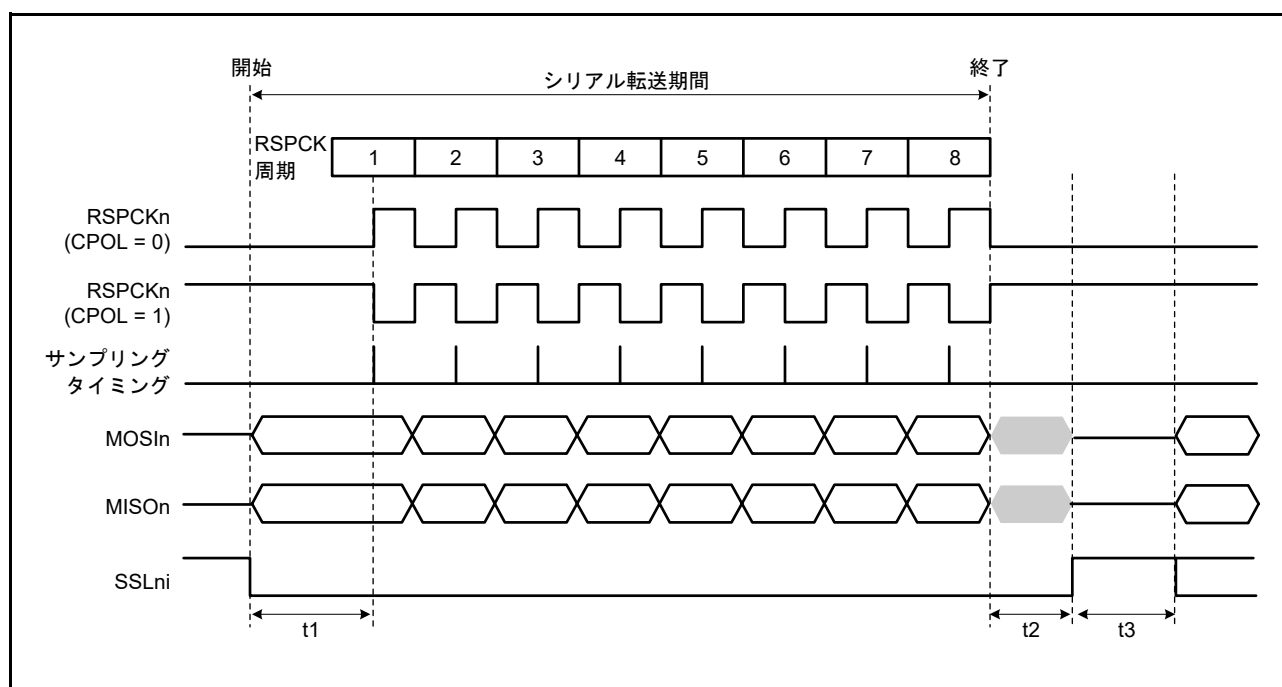
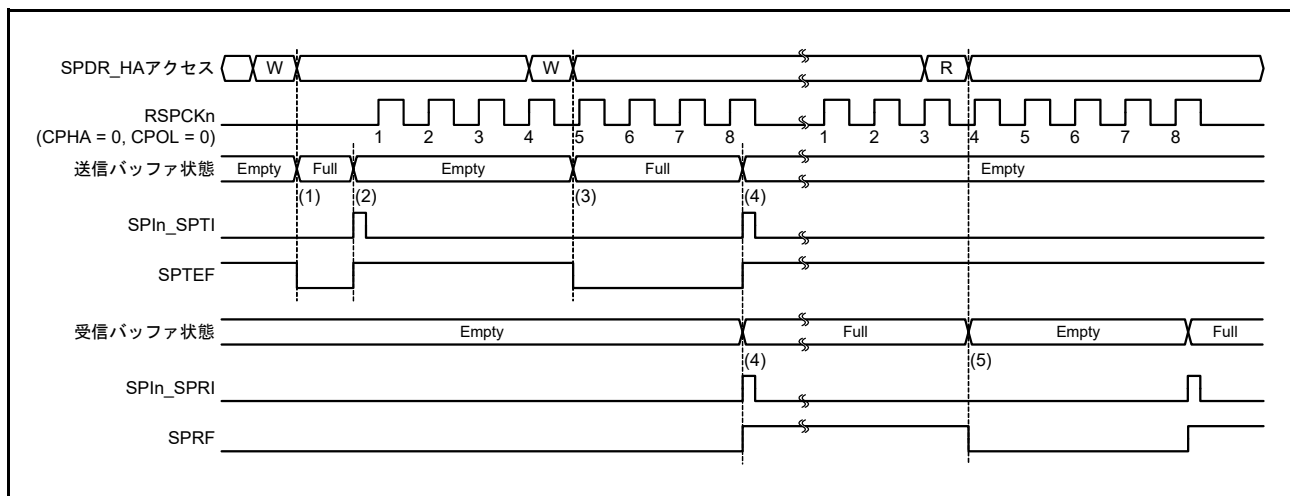
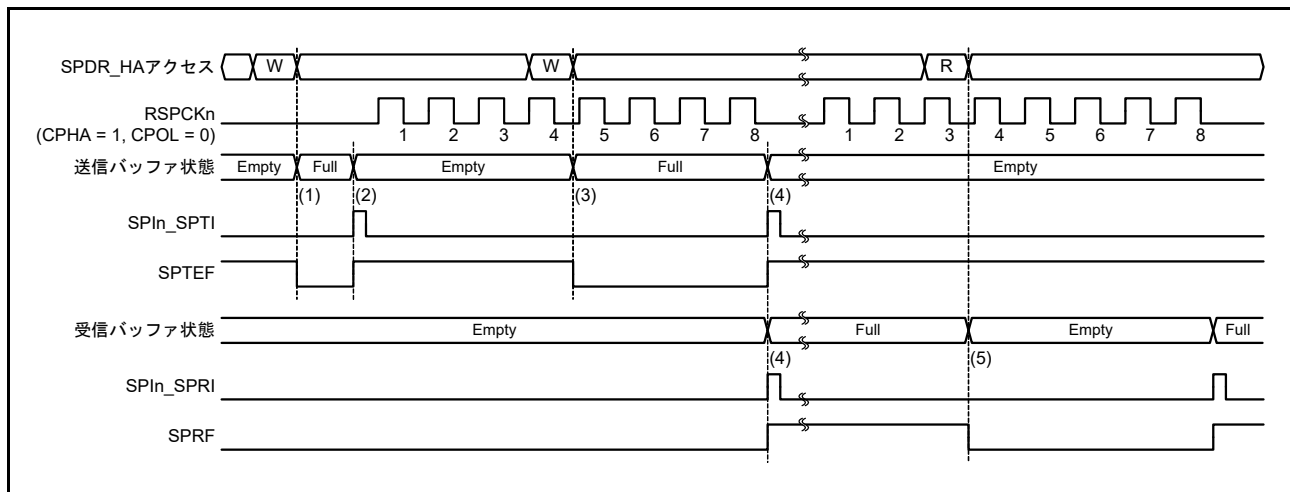

図 32.26 SPI 転送フォーマット (CPHA ビット = 0)
図 32.30 SPIn\_SPTI、SPIn\_SPRI 割り込みの動作例 (CPHA = 0、CPOL = 0)
図 32.31 SPIn\_SPTI、SPIn\_SPRI 割り込みの動作例 (CPHA = 1、CPOL = 0)
図 32.26 に SPCMDm.CPHA ビットが 0 の場合に、8 ビットのデータをシリアル転送した場合の転送フォーマット例を示します。SPI がスレーブモード (SPCR.MSTR=0) で、CPHA ビットが 0 の場合、クロック同期式動作 (SPCR.SPMS ビット=1) は行わないでください。図 32.26 において、RSPCKn (CPOL = 0) は SPCMDm.CPOL ビットが 0 の場合、RSPCKn (CPOL = 1) は SPCMDm.CPOL ビットが 1 の場合の RSPCKn 信号波形です。サンプリングタイミングは、SPI がシフトレジスタにシリアル転送データを取り込むタイミングを表します。各信号の入出力方向は、SPI の設定に依存します。詳細は、32.3.2 SPI 端子の制御を参照してください。
図 32.30 および図 32.31 に、送信バッファエンプティ割り込み (SPIn\_SPTI) と受信バッファフル割り込み (SPIn\_SPRI) の動作例を示します。これらの図に記載のレジスタアクセスは、SPDR\_HA レジスタへのアクセス状況を示しています。“W”はライトサイクル、“R”はリードサイクルを示しています。図 32.26 では、SPI0 の場合は SPCR.TXMD ビットが 0、SPDCR.SPFC[1:0] ビットが 00b、SPCMDm.CPHA ビットが 0、SPCMDm.CPOL ビットが 0 の設定で、SPI1 の場合は SPCR.TXMD ビットが 0、SPCMD0.CPHA ビットが 0、SPCMD0.CPOL ビットが 0 の設定で、SPI が 8 ビットのシリアル転送を実行しています。
以下に、図 32.31 の (1) ～ (5) での SPI の動作内容を説明します。
- (1) SPDR\_HA レジスタの送信バッファが空の (次転送のデータがセットされていない) 状態で、SPDR\_HA レジスタに送信データを書き込むと、SPI は送信バッファにデータを書き込み、SPSR.SPTEF フラグを 0 にクリアします。
- (2) シフトレジスタが空の場合には、SPI は送信バッファのデータをシフトレジスタにコピーして送信バッファエンプティ割り込み要求 (SPIn\_SPTI) を発生させ、SPSR.SPTEF フラグを 1 にします。なお、シリアル転送の開始方法は、SPI のモードに依存します。詳細は、32.3.10 SPI 動作および 32.3.11 クロック同期式動作を参照してください。
- (3) 送信バッファエンプティ割り込みルーチン、または SPTEF フラグによる送信バッファエンプティの処理で SPDR\_HA レジスタに送信データを書き込むと、SPI は送信バッファにデータを書き込み、SPTEF フラグを 0 にクリアします。シフトレジスタにはシリアル転送中のデータが格納されているため、SPI は送信バッファのデータをシフトレジスタにコピーしません。
- (4) SPDR\_HA レジスタの受信バッファが空の状態ではシリアル転送が終了すると、SPI はシフトレジスタの受信データを受信バッファにコピーし、受信バッファフル割り込み要求 (SPIn\_SPRI) を発生させ、SPRF フラグを 1 にします。また、シリアル転送が終了するとシフトレジスタが空になるため、シリアル転送が終了する前に送信バッファがフルであった場合には、SPI が SPTEF フラグを 1 にし、送信バッファのデータをシフトレジスタにコピーします。なお、オーバーランエラー発生状態で、シフトレジスタから受信バッファへ受信データをコピーしなかった場合でも、シリアル転送が終了すると SPI はシフトレジスタが空であると判断し、送信バッファからシフトレジスタへのデータ転送が可能な状態になります。
- (5) 受信バッファフル割り込みルーチン、または SPRF フラグによる受信バッファフル割り込みの処理で SPDR\_HA レジスタを読み出すと、受信データが読み出せます。